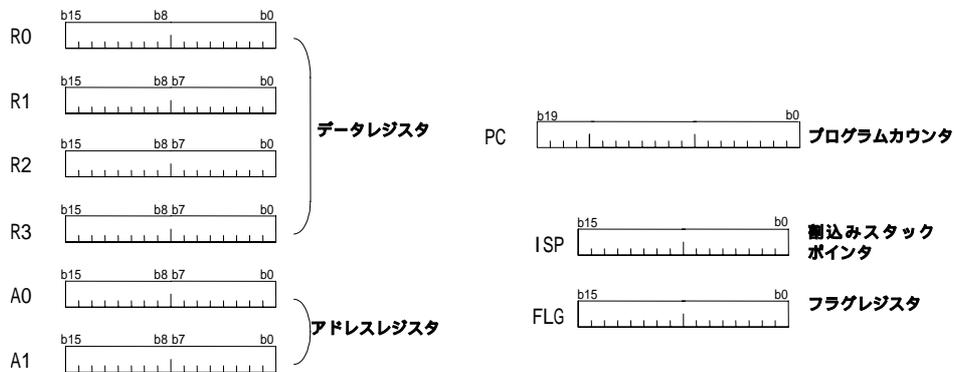

図 3 4 M16C/62A のレジスタ構成(一部)
実際の M16C/62A では図 3 4 のような各種レジスタが存在し，プログラムで使用することができる．データレジスタとして 16 ビットのものが 4 個 (R0, R1, R2, R3)，アドレスレジスタとして 2 個 (A0, A1)，20 ビットのプログラムカウンタ (PC)，フラグレジスタ (FLG) として 16 ビットのものが用意されている．ただし，データレジスタ R0 と R1 に限って上位 (High) と下位 (Low) を分離して R0H と R0L という 8 ビットのレジスタとして扱うこともできる．